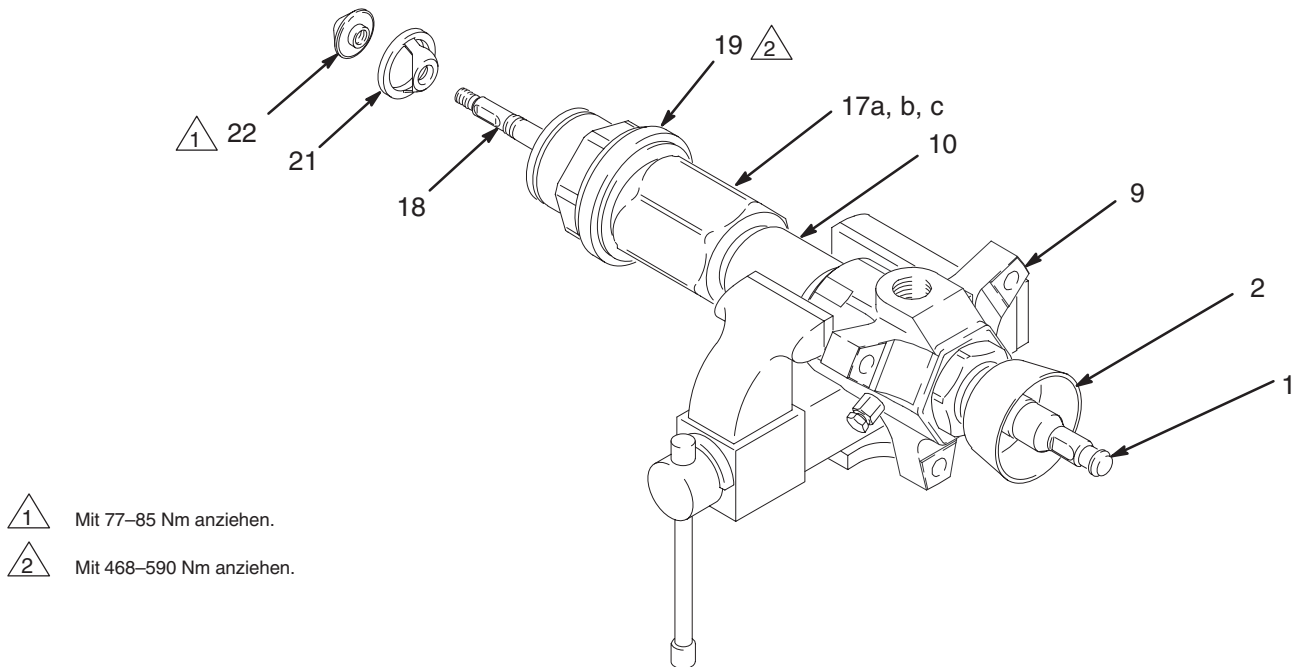

Abb. 15
15. Den Einlasszylinder (19) in das Einlassgehäuse (17) schrauben. Mit einer Rohrzanze den Zylinder (19) mit 468–590 Nm festziehen. Dadurch werden auch das Einlassventilgehäuse (17) und der Pumpenzylinder (10) in das Auslassgehäuse (9) eingedreht. Siehe Abb. 15.
17. Sicherstellen, dass die Schlüssel­flächen der Schöpfkolbenstange (18) von der Unterseite des Einlasszylinders (19) zugänglich sind. Wenn nicht, mit einem Gummihammer oben auf die Kolbenstange (1) klopfen, bis die Schlüssel­flächen vorstehen.
18. Den Schöpfkolben (21) bis zum Anschlag auf die Stange (18) schieben. Die Stange (18) mit einem verstellbaren Schlüssel festhalten und den Sitz (22) mit einem zweiten Schlüssel auf die Stange schrauben. Mit 77–85 Nm festziehen. Siehe Abb. 15.